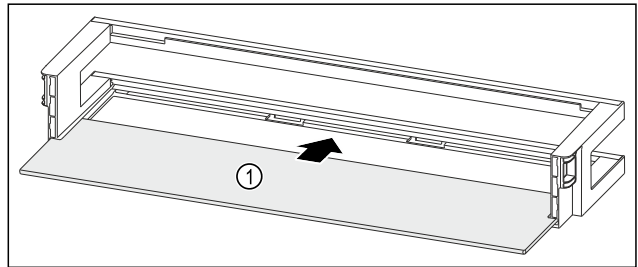

Fig. 65 Türabsteller mit Abstellfläche
- Abstellfläche Fig. 65 (1) in die seitlichen Aussparungen einschieben.